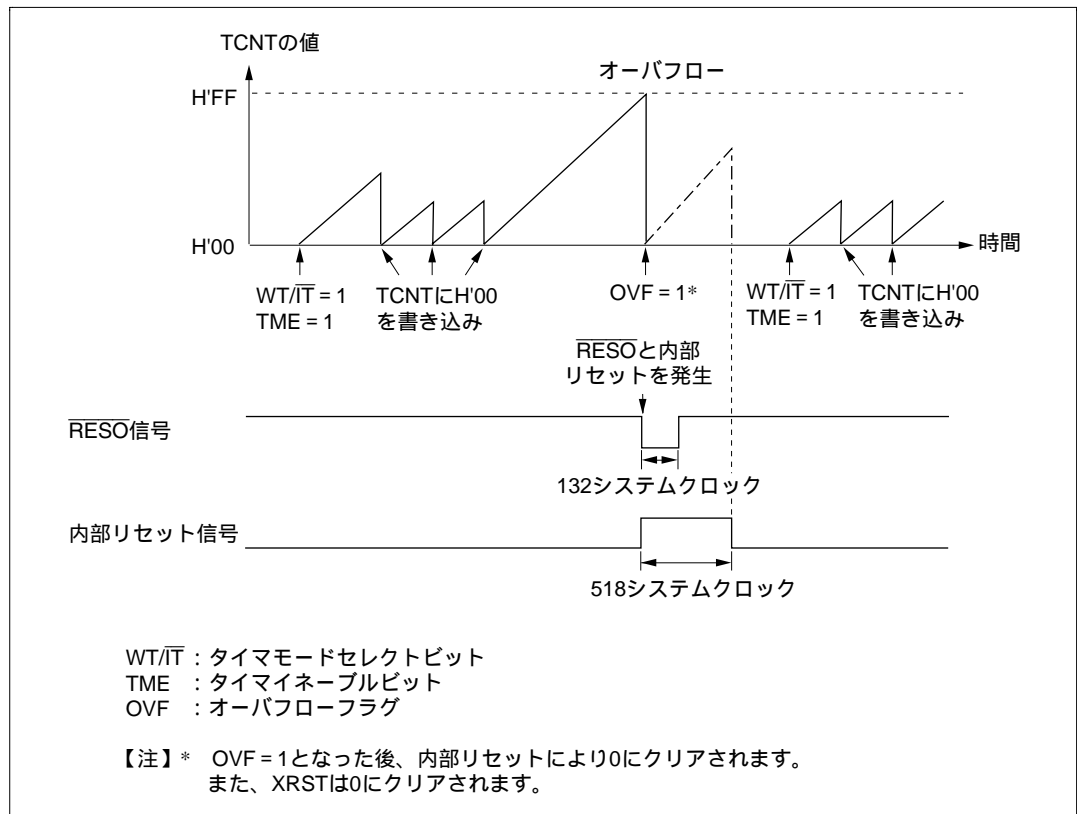

図 14.3 ウォッチドッグタイマモード時 (RST/NMI=1) の動作
RST/\overline{NMI} ビットを 1 に設定すると、カウンタオーバーフローにより 518 システムクロック (518) の間、本 LSI をリセットし、同時に $\overline{RES0}$ 端子から 132 ステートの間 Low レベル信号が出力されます。これを図 14.3 に示します。この $\overline{RES0}$ 信号を用いて、システムをリセットすることができます。